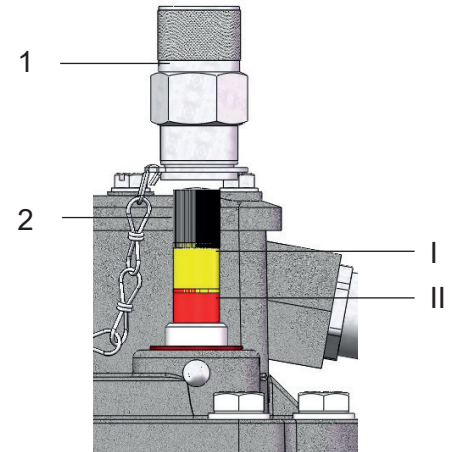

Bild 12 - Prüftaste
- Große Hutmutter (Bild 12/ Nr. 1) abschrauben
- Prüftaste (Bild 12/ Nr. 2) halb niederdrücken (Bild 12/ Nr. I) und gedrückt halten (Kontrolle des oberen Schaltsystems - Warnung)
- Prüftaste bis zum Anschlag niederdrücken (Bild 12/ Nr. II) und gedrückt halten (Kontrolle des unteren Schaltsystems - Abschaltung)